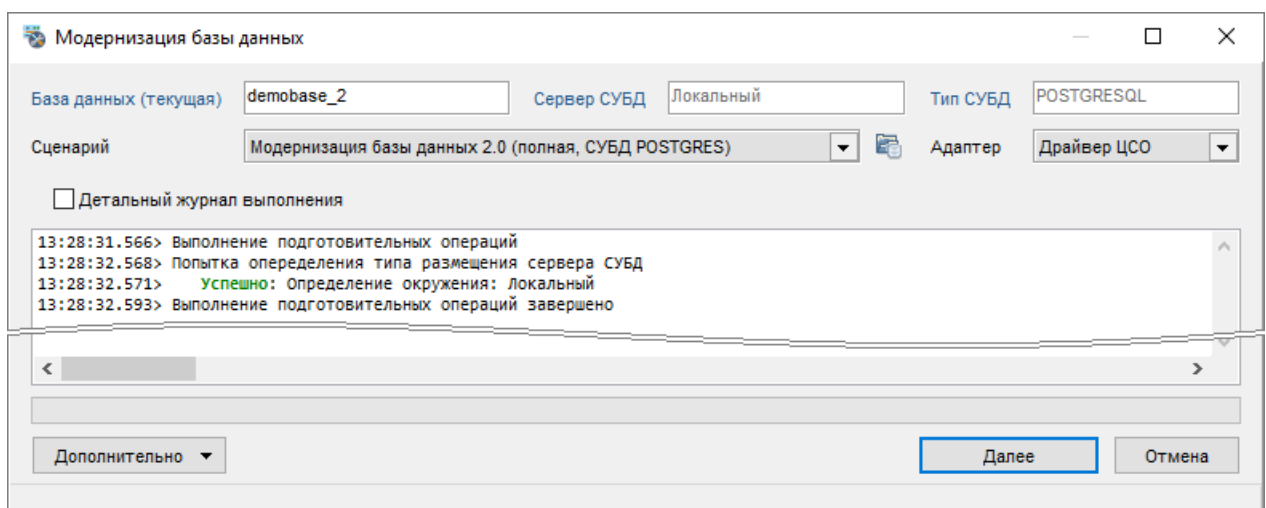

Рисунок 4-62 Окно "Модернизация базы данных"
- 2) в открывшемся окне «Модернизация базы данных» (см. Рисунок 4-62) единственным изменяемым параметром является параметр «Детальный журнал выполнения»: для отображения в протоколе детального журнала выполнения операций при модернизации БД установите флаг для этого параметра. Нажмите кнопку «Далее», чтобы запустить процесс верификации (проверки) пакета данных для модернизации БД;